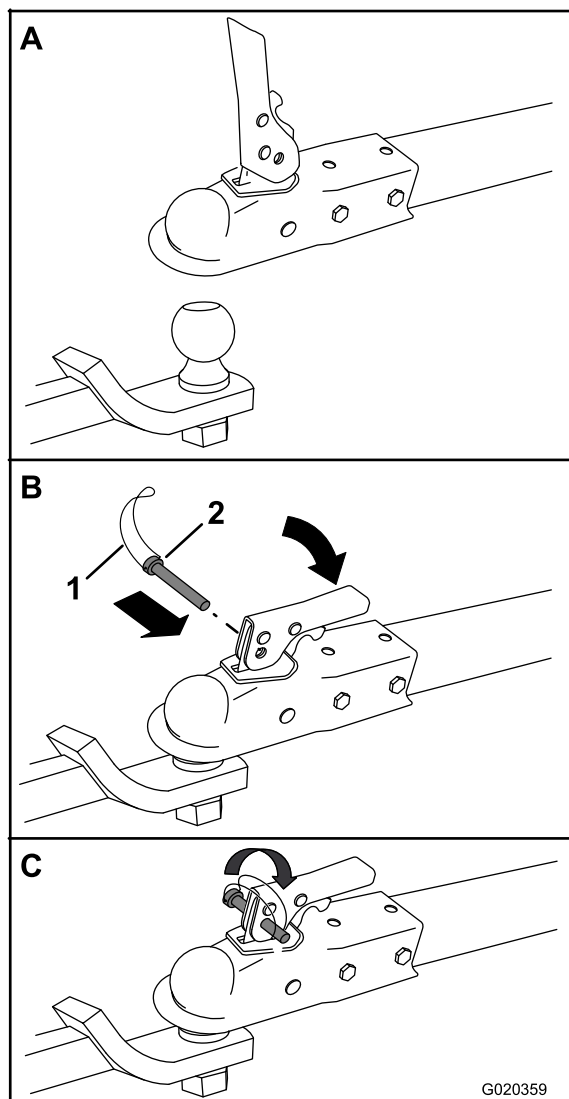

Figura 22
3. Abra la palanca del acoplamiento (Figura 22).